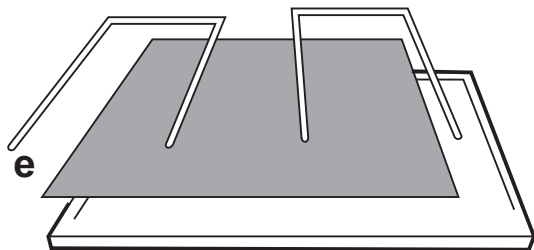

Fig. 3
3. Retirez le dispositif de fixation du filtre à graisses. **Fig. 3 (e)**.